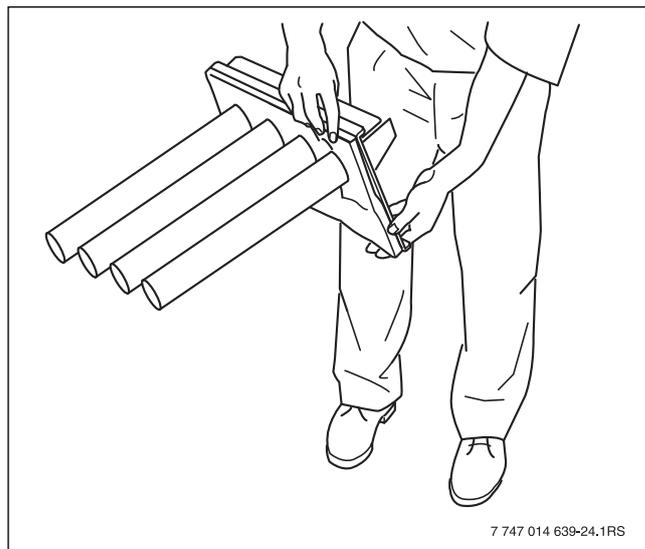

Рис. 52 Опрокидывание горелки
- ▶ Переверните горелку, чтобы удалить остатки воды (→ рис. 52).